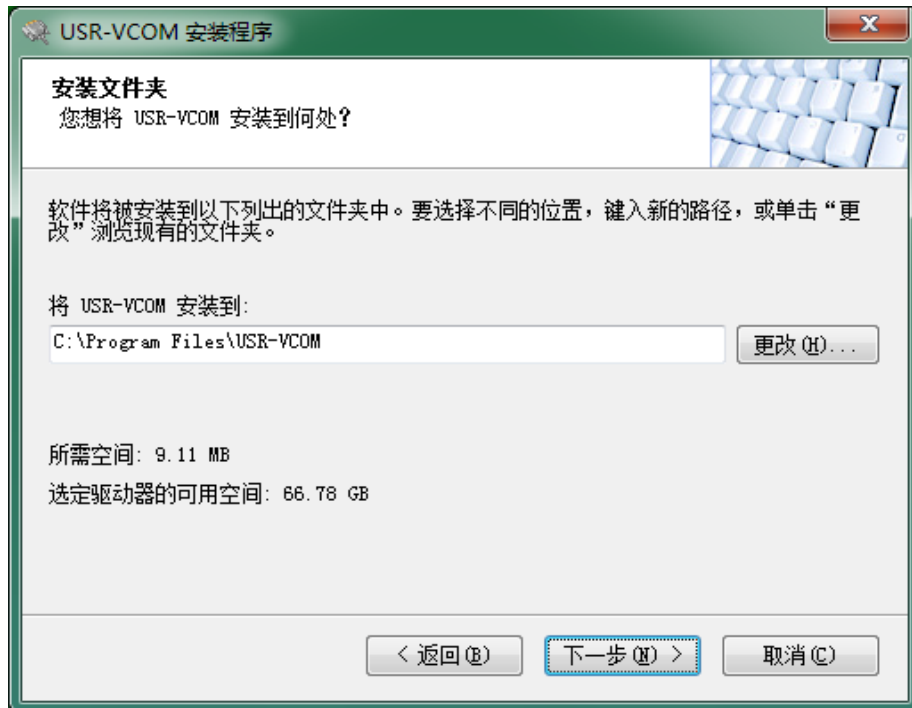

图 4
4.选择我同意该许可协议的条款，点击下一步，进入下一个界面（如图 4 所示）